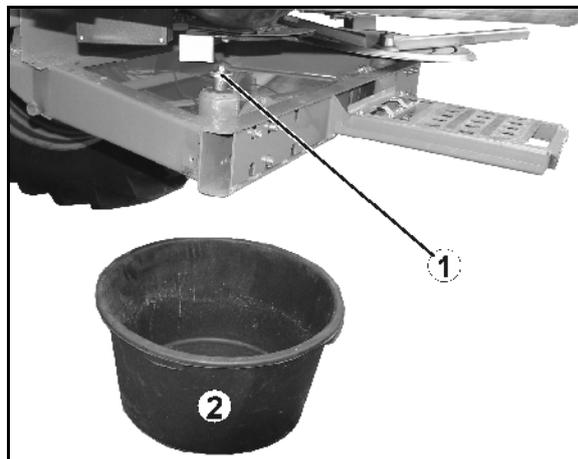

Fig. 52
2. Desserrez les vis à ailettes (Fig. 52/1) des deux disques d'épandage.
6. Placer une bassine (Fig. 52/2) sous la trappe de sortie gauche pour recueillir l'engrais.